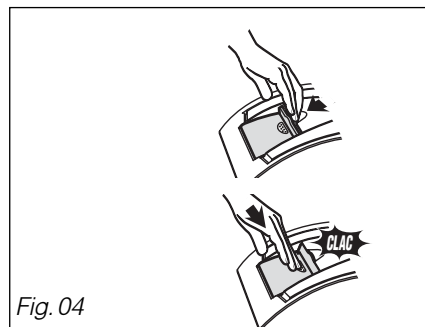

Fig. 04
- Ouvrez le portillon du tambour en tirant sur le volet de fermeture (Fig. 04)
- Refermez le portillon, rabattez le volet de fermeture en appuyant dessus jusqu'à ce qu'il soit parfaitement verrouillé (Fig. 04).